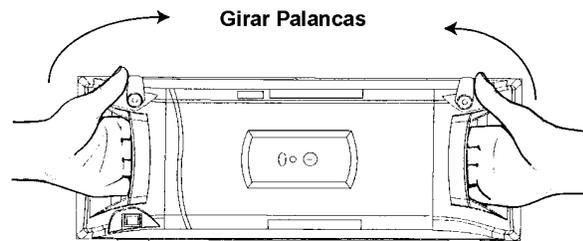

Figura 9.
Paso 1: Remueva la puerta, sostenga las manijas y gire las palancas. Ver **Figura 9**.